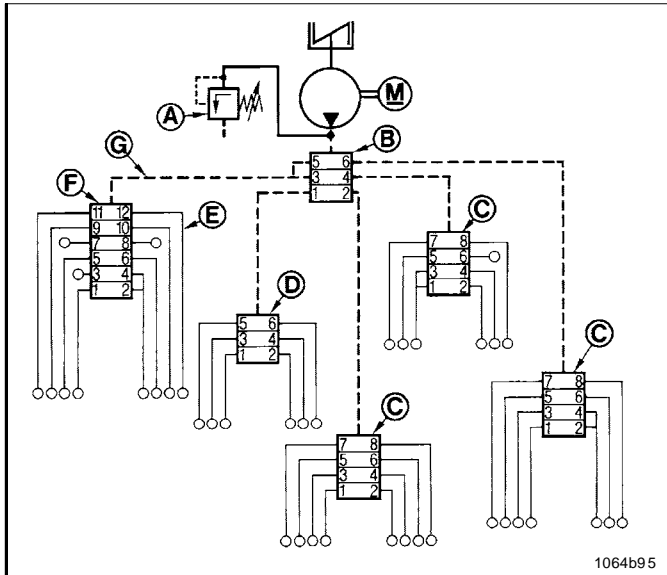

Fig. 22 Ejemplo de un sistema de lubricación
- El distribuidor principal B (Fig. 22) y los distribuidores secundarios están unidos por un tubo flexible de alta presión G. Eso resulta en una encadenación funcional del sistema progresivo posconectado a la bomba.